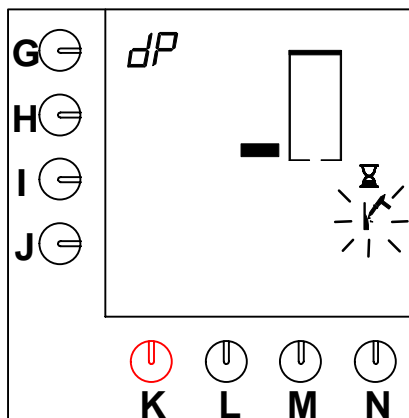

Fig. 25 Väntetid medan avkalkningsmedlet verkar
- När vattnet är uppvärmt visas ett timglas och en blinkande hammarsymbol på displayen, se (fig.25). Nu följer 5 minuter väntetid medan avkalkningsmedlet verkar.